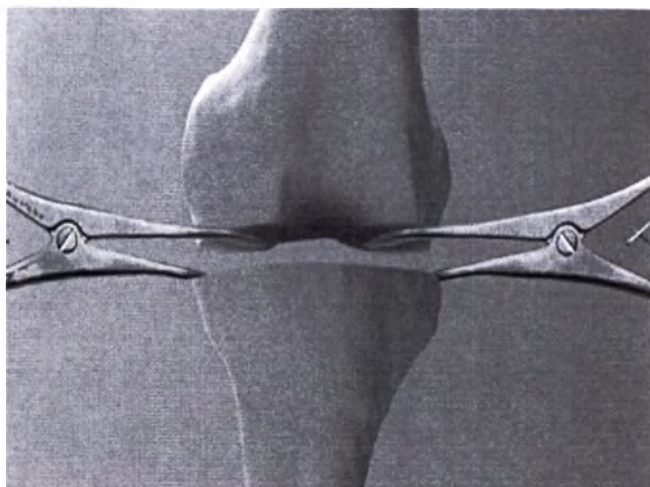

Рисунок 34. Вставьте распределители тонких пластинок в суставную щель, чтобы оценить прямоугольный промежуток при вытягивании.
7. Вставьте распределители тонких пластинок в середине и сбоку в суставную щель, чтобы оценить прямоугольный промежуток при вытягивании. (См. рисунок 34).